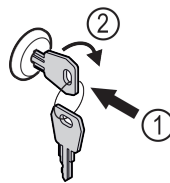

Fig. 183
- ▶ 按入钥匙。 Fig. 183 (1)
- ▶ 将钥匙顺时针转动 90°。 Fig. 183 (2)